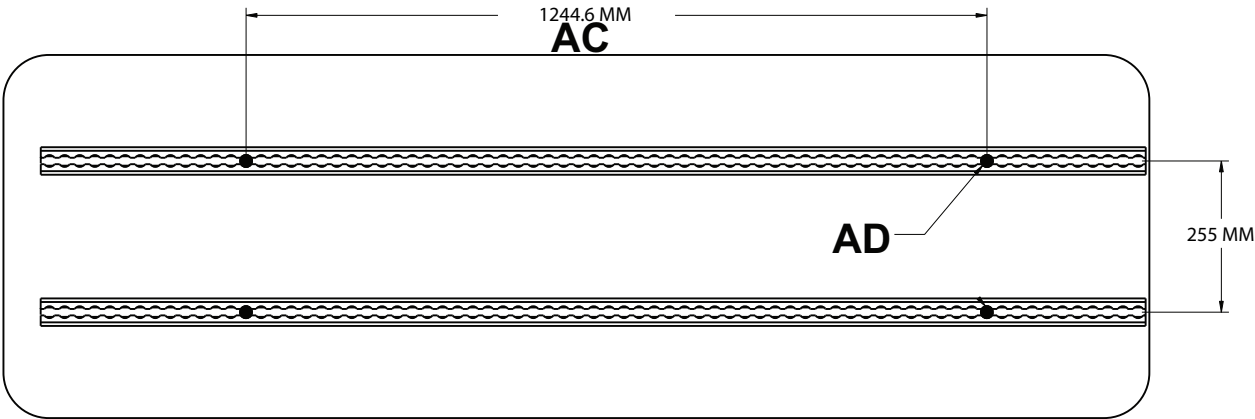
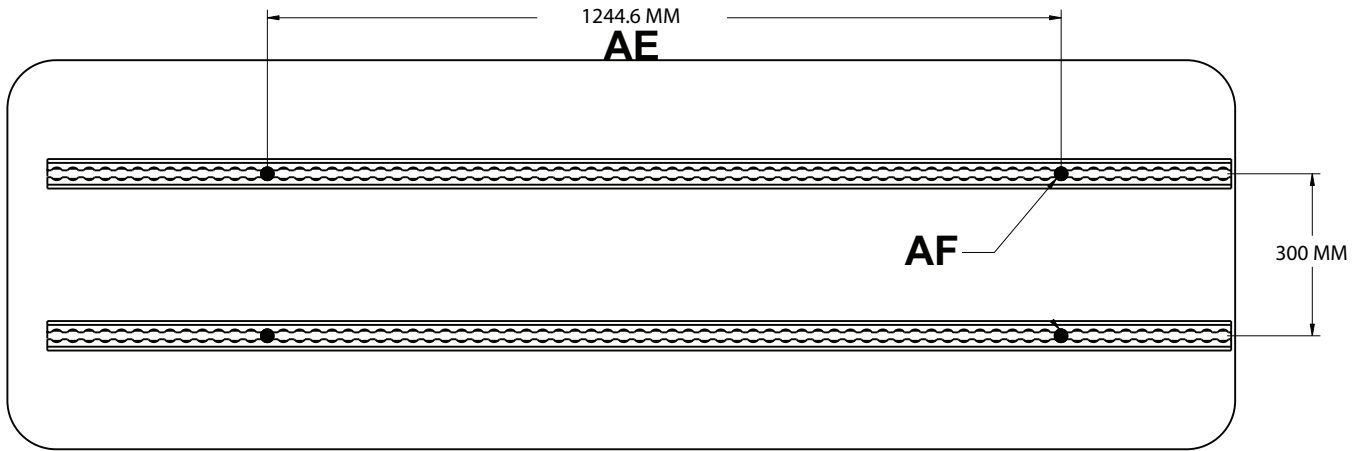

Abbildung 10 – Positionen für die Installation der Bodenschienen
Abbildung 11 – Positionen für die Installation der Bodenschienen
4. Die Position von Fuß- und Kopfendbefestigung anhand von Abbildung 10 für Modell 6386 und anhand von Abbildung 11 für Modell 6387 bestimmen.
4. Die Position von Fuß- und Kopfendebefestigung anhand von Abbildung 10 für Modell 6388 und anhand von Abbildung 11 für Modell 6389 bestimmen.
2. Unter Anwendung der in Abbildung 10 dargestellten Abmessungen die Stelle festlegen, wo die Bodenschienen angebracht werden.
2. Unter Anwendung der in Abbildung 11 dargestellten Abmessungen die Stelle festlegen, wo die Bodenschienen angebracht werden.